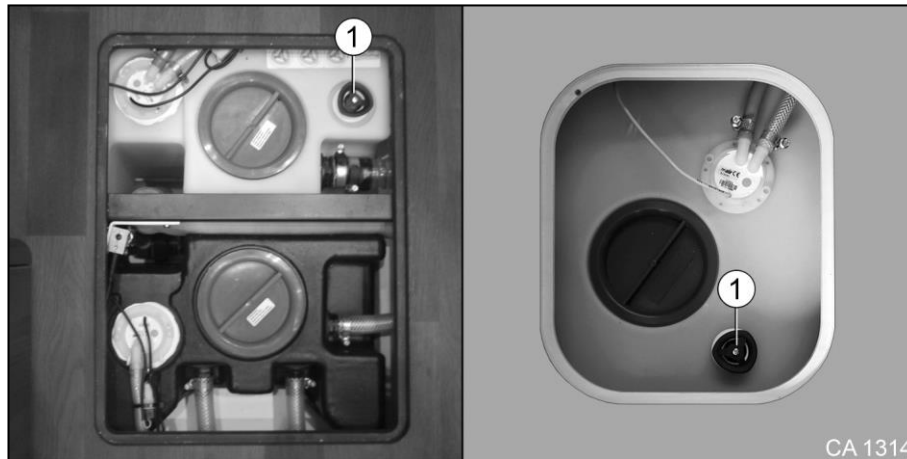

Fig. 138 Vidanger le réservoir d'eau fraîche
2. Ouvrir le robinet de vidange du réservoir d'eau fraîche (Fig. 138/1). L'eau résiduelle s'écoule vers le bas.
4. Fermer le robinet de vidange du réservoir d'eau fraîche (Fig. 138/1).